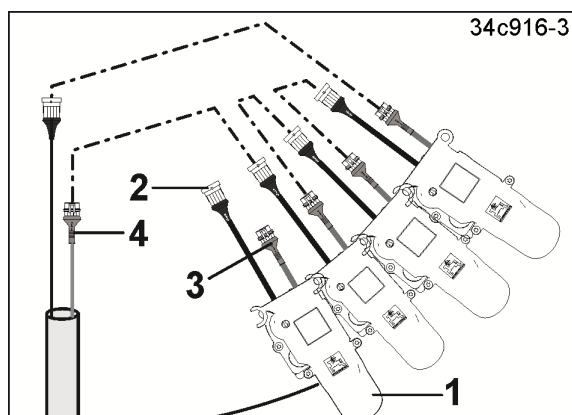

Fig. 251
1. Deaktiver kjørespørsluken (Fig. 251/1).
- 1.1 Koble pluggen (Fig. 251/2) fra kontakten (Fig. 251/3).
- 1.2 Forbind kontakten (Fig. 251/4).
2. Koble sammen pluggene (Fig. 251/2) og kontaktene (Fig. 251/3) som ikke brukes, for å beskytte de mot fuktighet og tilsmussing.